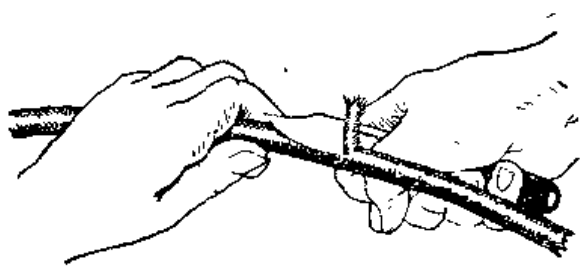

Рис. IV.44
**Рис. IV.44.** При удалении изоляции с провода пользуйтесь достаточно острым ножом. Лучше срезать изоляцию под углом, равным примерно  $30^\circ$ . Не следует надрезать провод острием ножа. Это получается, когда его держат под прямым углом к проводу. Обычно в таком случае на проводе остается канавка или зарубка, и при сгибе в этом месте провод легко ломается. Старайтесь пользоваться специальным инструментом для удаления изоляции.